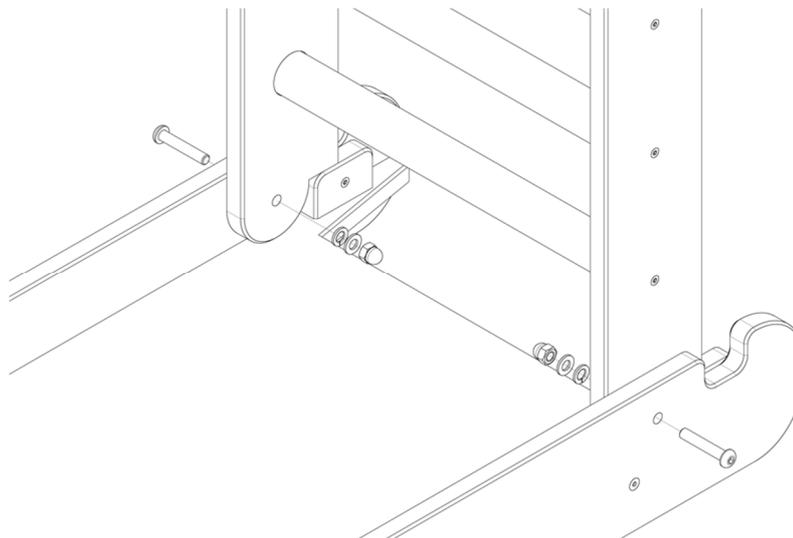

Abb. 6: Montageschritt 5 Standbein und Seitenwände verbinden
- Stecken Sie die Beinelemente zwischen die Seitenwände. Achten Sie darauf, dass das Bein auf dem Stoppbrett aufliegt (s. Abb. 6)
- Stecken Sie nun die Flachrundschaube (10) von außen durch die Seitenwand und das Bein
- Anschließend stecken Sie den Federring (16) und die Unterlegscheibe (14) auf die Schraube und ziehen die Hutmutter (17) mit einem Maulschlüssel so fest an, dass das Bein gerade noch freischwingen kann